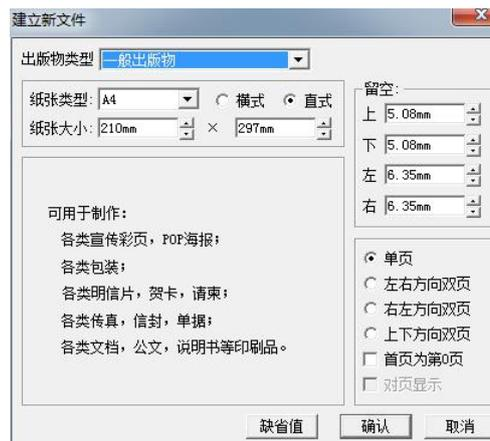

图 2.15 确定纸张大小
4、在图片框属性对话框中对图片尺寸进行正确修改，如图 2.15 所示，点击保持图片纵横比例按钮后确定。